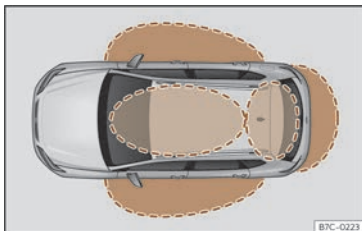
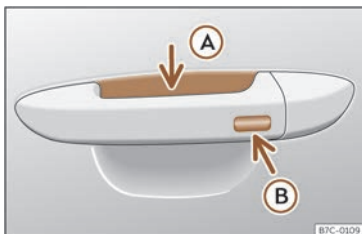

Fig. 71 Keyless Access: zones de proximitat.
Fig. 72 Maneta de la porta: superfícies sensibles
zar-ne activament la clau. Per fer-ho, només cal que hi hagi una clau del vehicle vàlida a la zona de detecció corresponent en intentar accedir al vehicle»» fig. 71 i tocar una de les superfícies sensors de les manetes de les portes»» fig. 72 o accionar el soft-touch/agafador de la porta posterior »» pàg. 107 »» ❶.
Si es detecta una clau vàlida en una de les zones pròximes»» fig. 71, el sistema de tancament i arrencada sense clau Keyless
- Agafeu la maneta d'una de les portes davanteres. Quan ho feu, tocareu la superfície sensora»» fig. 72 (A) (fletxa) de la maneta i es desbloquejarà el vehicle.
- Toqueu *un cop* la superfície sensora de bloqueig»» fig. 72 (B) (fletxa) de la maneta
- Toqueu *un cop* la superfície sensora»» fig. 72 (B) (fletxa) de la maneta d'una de les portes davanteres. El vehicle es bloqueja amb el sistema de seguretat "Safe"»» pàg. 102. La porta de la maneta que s'acciona ha d'estar tancada.
- Toqueu *dues vegades* la superfície sensora»» fig. 72 (B) (fletxa) de la maneta d'una de les portes davanteres per bloquejar el vehicle sense activar el sistema de seguretat "Safe"»» pàg. 102.
Quan el vehicle està bloquejat, la porta posterior es desbloqueja quan s'obre si a la seva zona pròxima»» fig. 71 hi ha una clau del vehicle vàlida.
- Premeu el botó de tancament  del comandament a distància i toqueu una vegada, dins dels 5 segons següents, la superfície sensora de bloqueig de la maneta de la porta del conductor» **fig. 72 B**. No agafeu la maneta de la porta perquè, si ho feu, el vehicle no es bloquejarà. També és possible dur a terme la desactivació si es bloqueja el vehicle a través del pany de la porta del conductor.
Per **tancar amb la funció de confort** totes les finestretes elèctriques, mantingueu un dit durant uns segons sobre la superfície sensora de bloqueig» **fig. 72 B** (fletxa) de la maneta de la porta fins que s'hagin tancat les finestretes i el sostre.
Les superfícies sensores de les manetes de les portes podrien activar-se en rebre un raig d'aigua o de vapor a gran pressió en el cas que hi hagués alguna clau del vehicle vàlida a la zona pròxima. Si almenys una de les finestretes amb alçavides elèctric està oberta i s'activa la superfície sensora » **fig. 72 B** (fletxa) d'una de les manetes de manera permanent, es tancaran totes les finestretes.
- **O BÉ:** toqueu *dues vegades* la superfície sensora situada a la part exterior de la maneta de la porta »» **fig. 72** .